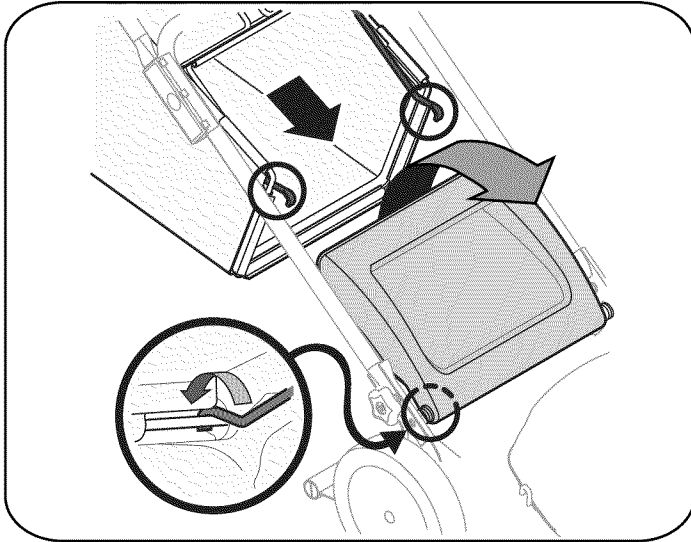

Figura 6
- c. Coloque el colector de césped sobre la varilla de pivote. Suelte la puerta de descarga de modo que descance sobre el colector de césped. Vea la Figura 6.